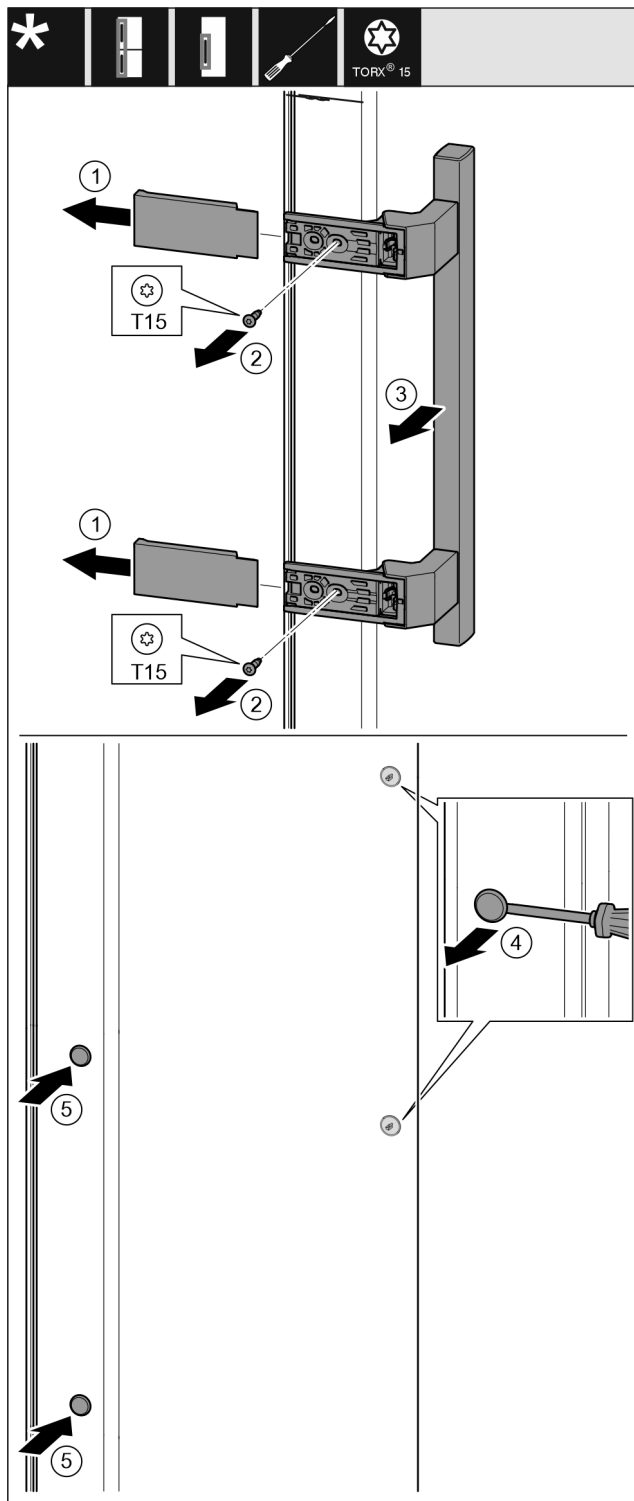

Fig. 20
- ▶ Снимите крышку. Fig. 20 (1)
- ▶ Выкрутите винты отверткой T15. Fig. 20 (2)
- ▶ Снимите ручку. Fig. 20 (3)
- ▶ Осторожно приподнимите шлицевой отверткой боковые заглушки и выньте их. Fig. 20 (4)
- ▶ Снова вставьте заглушки с другой стороны. Fig. 20 (5)